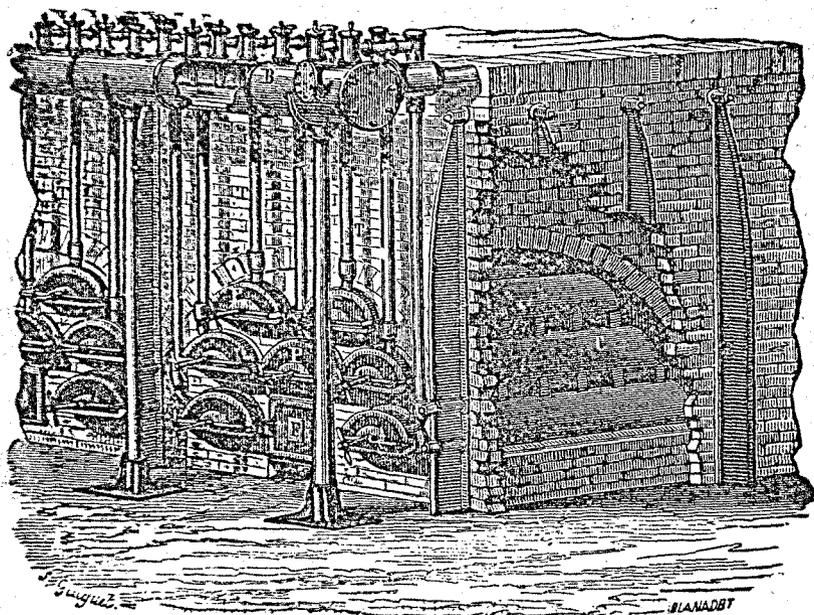

Fig. 386. — Distillation de la houille.
**Distillation de la houille.** — La houille est introduite dans des cornues demi-cylindriques C, en argile réfractaire, placées par batteries dans des fours construits pour les recevoir (fig. 386); ces fours sont chauffés au coke, ou aux gaz d'un gazogène (voir Ire partie, chap. III,